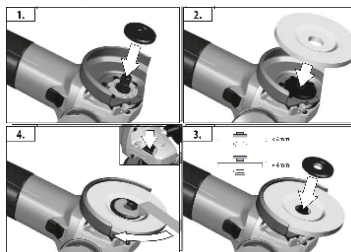

FIGURA 4
10.1. Posicione o flange interno no eixo da ferramenta, e então posicione o disco de maneira a se encaixar no flange interno. Rosqueie então o flange externo de maneira a fixar o disco. (FIGURA 4)